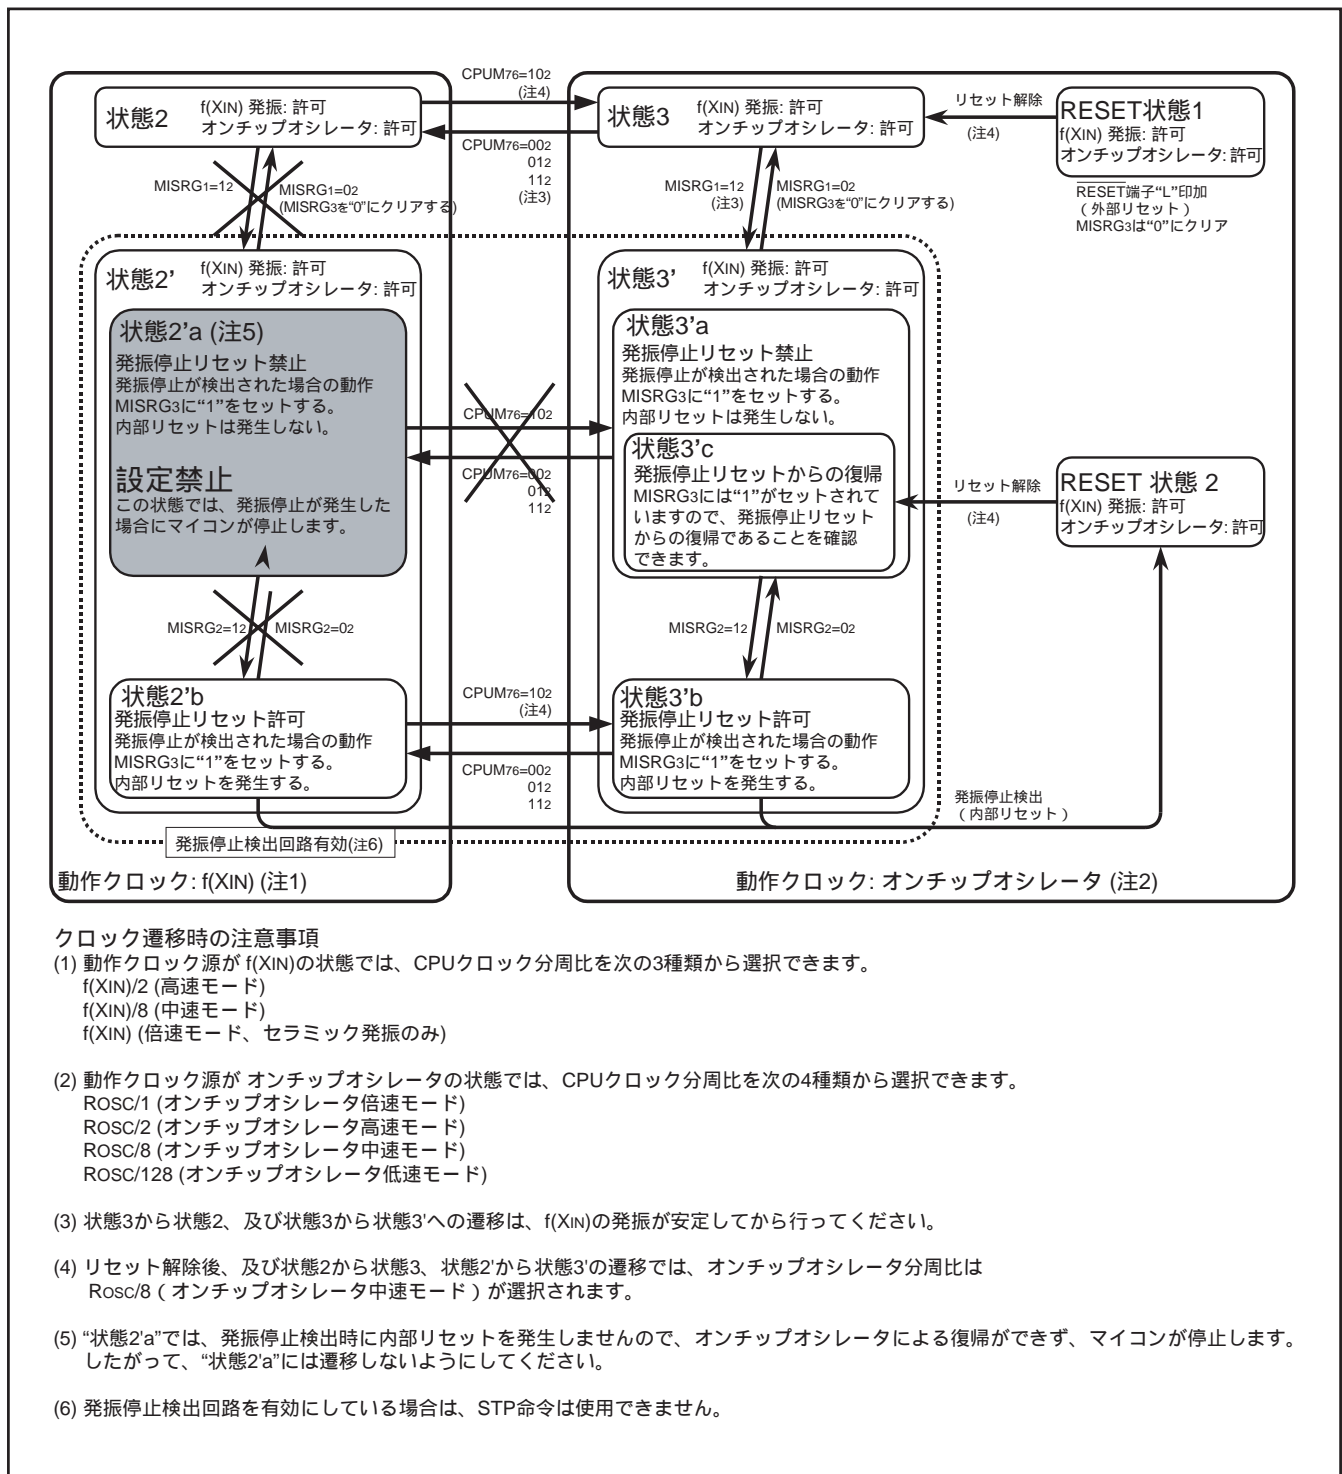

図 84 . 発振停止検出回路の状態遷移
1. 図84：発振停止検出回路の状態遷移図に記載の「状態2'a」では、XINの発振が停止した場合でもリセットが発生せず、マイコンが停止しますので、「状態2'a」への遷移は行わないでください。